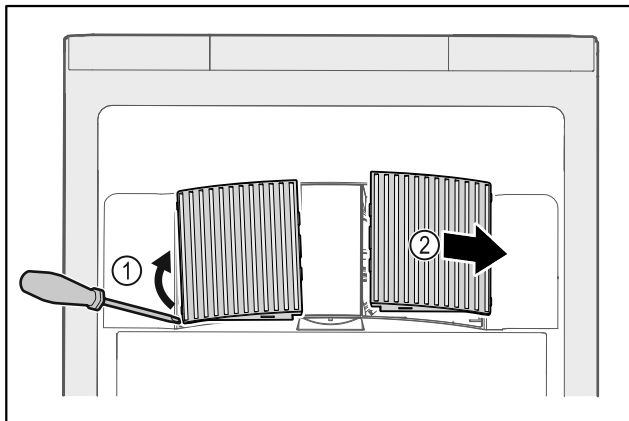

Fig. 173
- ▶ Αναμοχλεύστε προσεκτικά από το πλάι τα καλύμματα του ανεμιστήρα Fig. 173 (1) και αφαιρέστε τα προς τα εμπρός Fig. 173 (2).